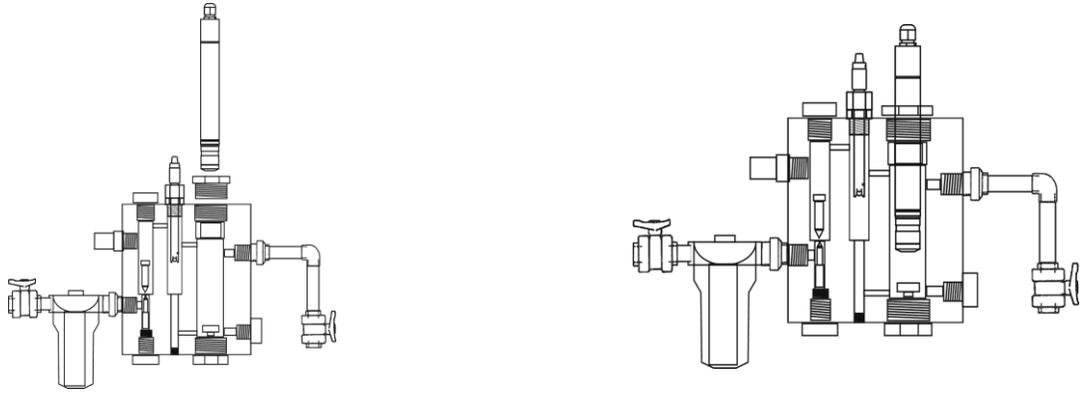

Fig. 13 EXT-2 (fig. 3)
1. Insertar el sensor de CLORO suministrado con el equipo en los correspondientes alojamientos del porta-sondas. (Fig. 13).